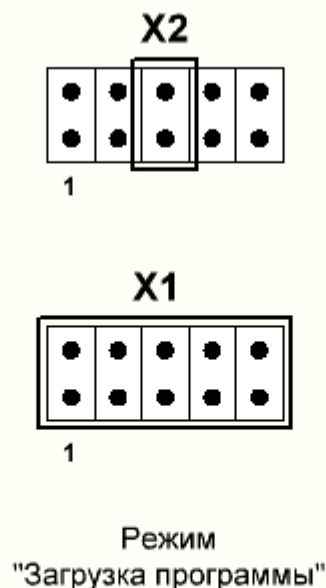

Рисунок 3. Установка перемычек при загрузке программы.
7.1 Для поддержки возможности полной замены управляющей программы, в контроллер устройства занесен начальный загрузчик. Активизация начального загрузчика происходит при включении, если переключатель на разъеме X2 установлен в соответствии с рис.3 .
9.4 На рис.3 показана схема подключения УОО к КОЛ.